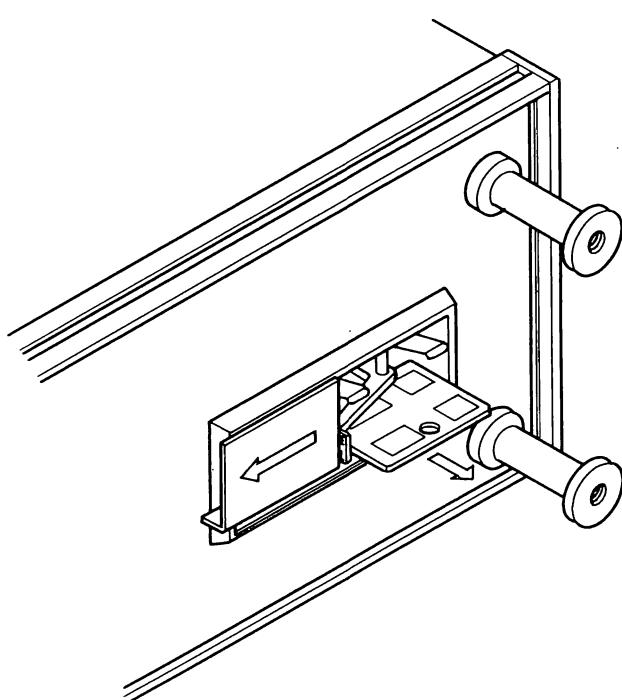

図9-2 電圧切換え用プリント板を引き出した状態
- 2) ヒューズ・ラーの下に、図9-2の様なプリント板が挿入されていますので、これを本体より引き出します。このときプリント板は、“100”の数字が手前上から読めるように差し込まれています。